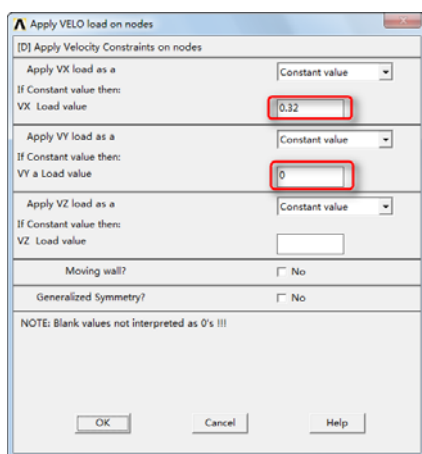

图 7-19 “Apply VELO load on Nodes”对话框
⑤依次选择 Main Menu→Preprocessor→Loads→Define Loads→Apply→Fluid/CFD→Velocity→On Nodes，会弹出“Apply V on Nodes”对话框。单击“Pick All”按钮，会弹出“Apply VELO load on Nodes”对话框，如图 7-19 所示。
⑥“Apply VELO load on Nodes”对话框中，在“VX Load value”输入框中输入 0.32，在“VY a Load value”输入框中输入 0，如图 7-19 所示，单击“OK”按钮关闭该对话框。
⑨依次选择 Main Menu→Preprocessor→Loads→Define Loads→Apply→Fluid/CFD→Velocity→On Nodes，会弹出“Apply V on Nodes”对话框。单击“Pick All”按钮，会弹出“Apply VELO load on Nodes”对话框，如图 7-19 所示。
⑩“Apply VELO load on Nodes”对话框中，在“VX Load value”输入框中输入 0.001，单击“OK”按钮关闭该对话框。
⑮依次选择 Main Menu→Preprocessor→Loads→Define Loads→Apply→Fluid/CFD→Velocity→On Nodes，会弹出“Apply V on Nodes”对话框。单击“Pick All”按钮，会弹出“Apply VELO load on Nodes”对话框，如图 7-19 所示。